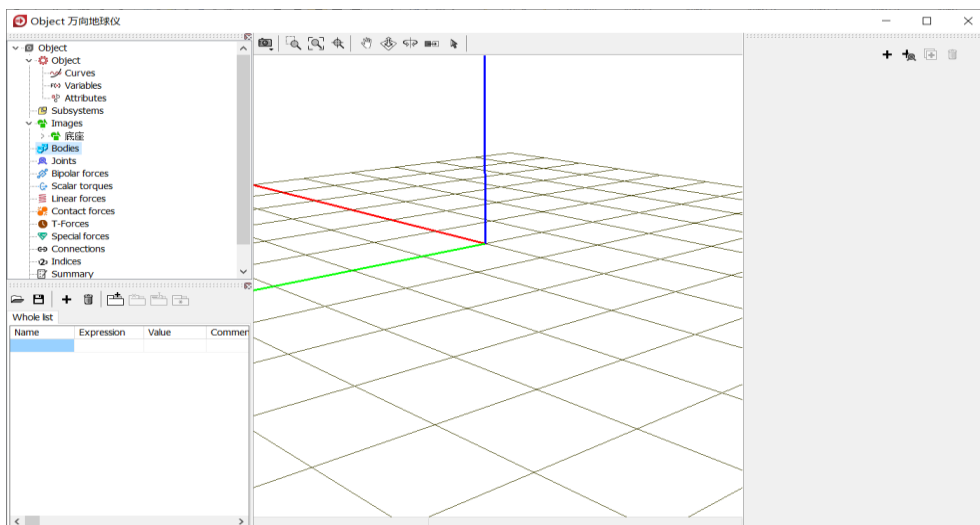

图 2-9
- 3) 选中左侧模型树中的 **Bodies**, 然后在右侧交互界面点击按钮 **+**, 如图 2-9。